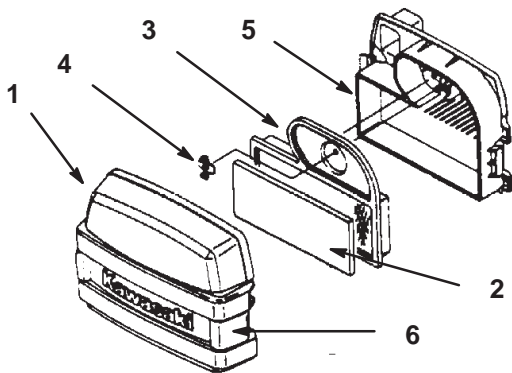

Figure 19
2. Nettoyez la surface autour du filtre à air pour éviter que des impuretés s'introduisent dans le moteur et l'endommagent. Dégagez les deux fixations latérales et déposez le couvercle du filtre à air (Fig. 19).
3. Sortez délicatement l'élément en mousse de l'élément en papier (Fig. 19).
4. Dévissez l'écrou papillon et retirez l'élément en papier (Fig. 19).
1. Glissez délicatement l'élément en mousse dans l'élément en papier (Fig. 19).
2. Installez l'ensemble filtre à air sur sa base et mettez l'écrou papillon (Fig. 19).
3. Reposez et verrouillez le couvercle du filtre à air (Fig. 19).